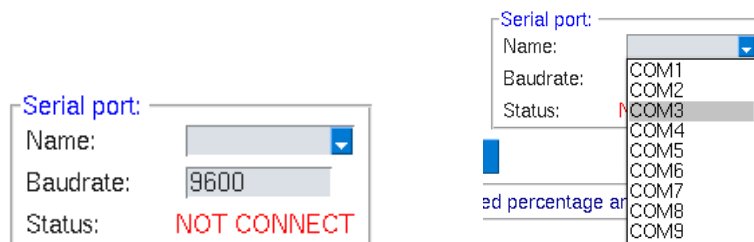

Fig. 7: Conexión con el puerto serie.
1. En la Fig. 7 se muestra la sección para la conexión al puerto serie que permite controlar la bomba. Es importante esta sección ya que si no existe CONEXIÓN, no se puede iniciar el análisis.